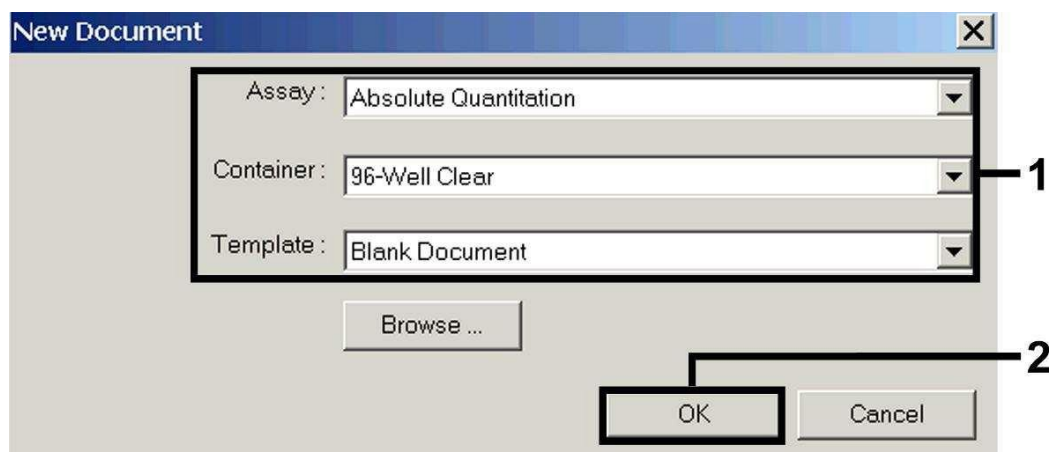

Fig. 3: Preimpostazioni per la creazione di una nuova corsa di PCR (*New Document*).
Selezionare in *ABI PRISM 7000 SDS* la voce di menu *New* in *File* ed inserire per il nuovo documento le seguenti impostazioni di base (vedi Fig. 3). Un template precedentemente salvato (*SDS Template [\*.sdt]*) è a disposizione nella lista *Template* oppure selezionandolo con la funzione *Browse* (vedi 8.5.1.5 Come salvare la corsa di PCR). Confermare i dati inseriti (OK).